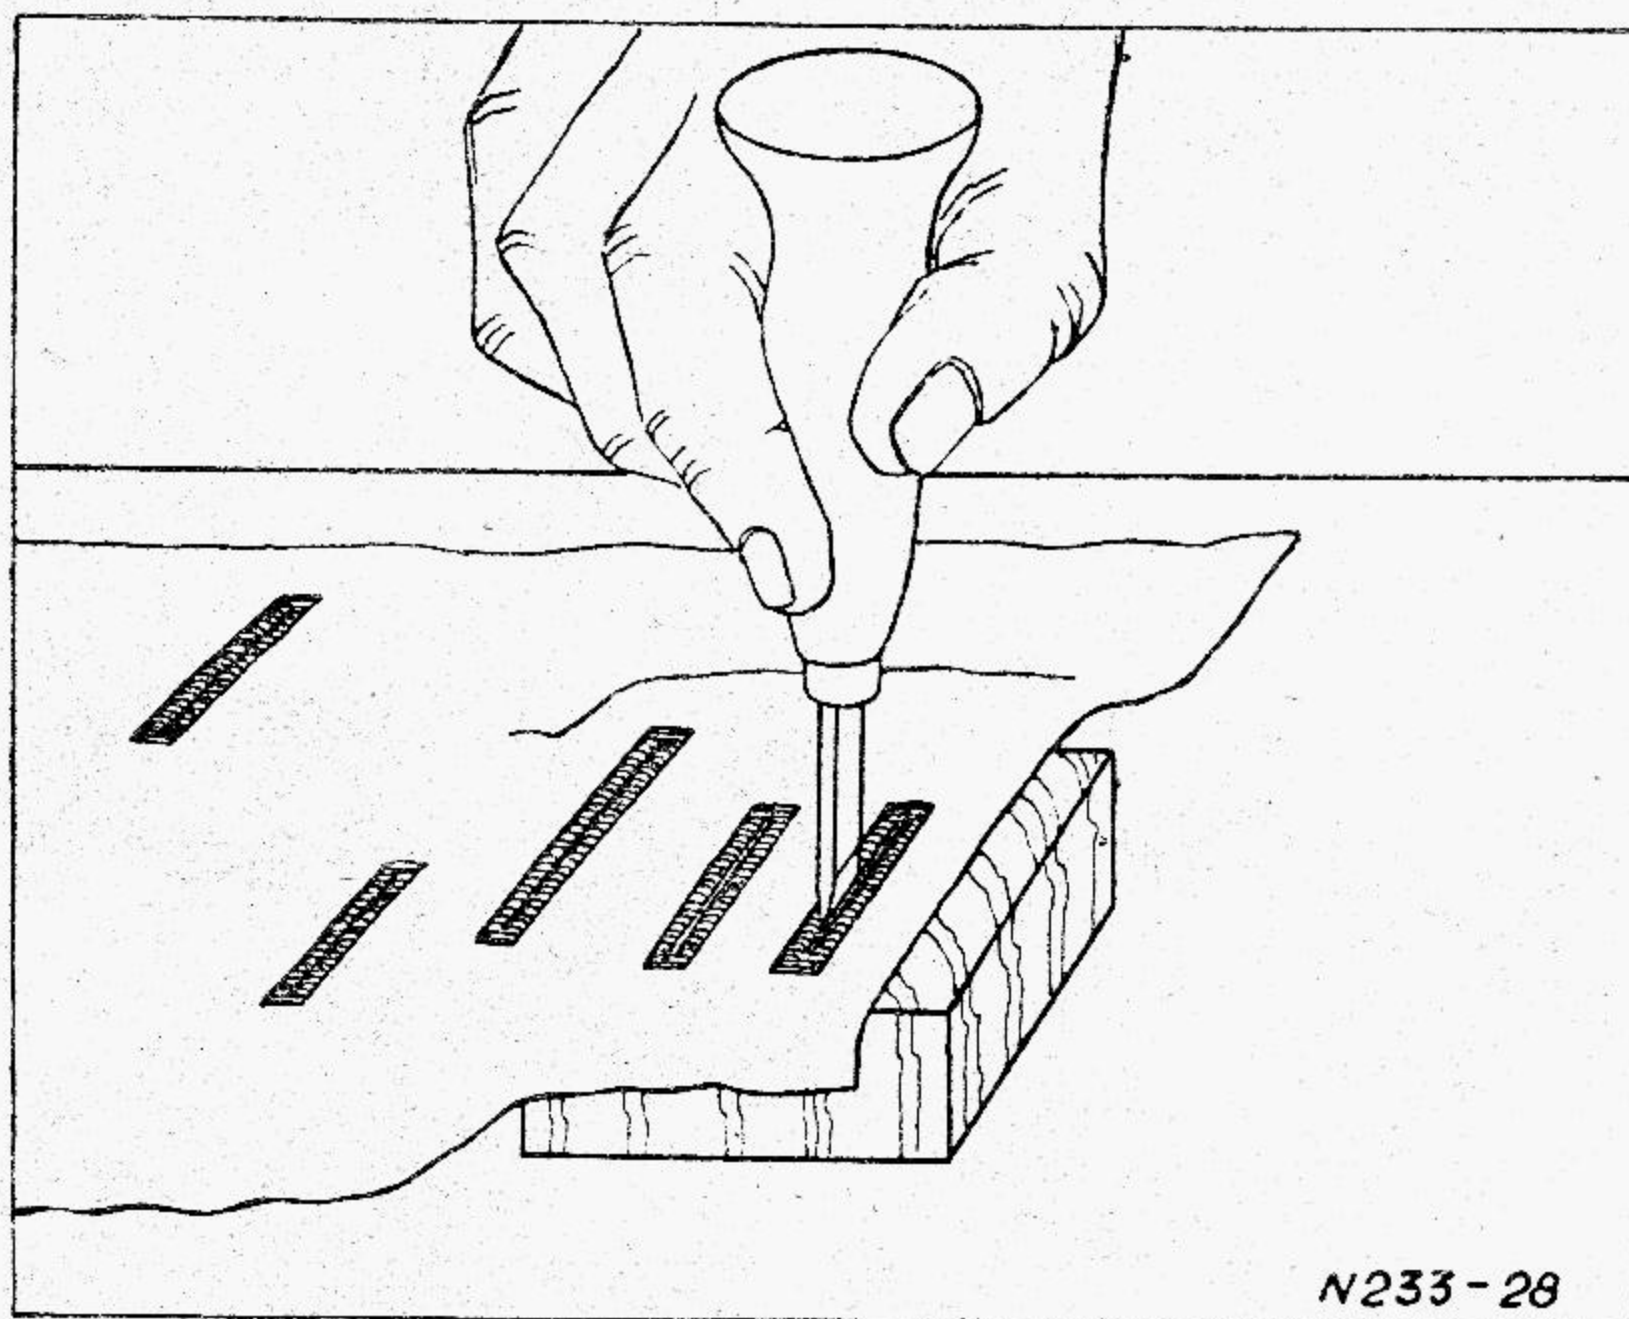

Рис. 28.
10. Укладывают изготовленную петлю на деревянную подкладку и долотом прорубают ткань посреди гусеничных стежков (рис. 28).